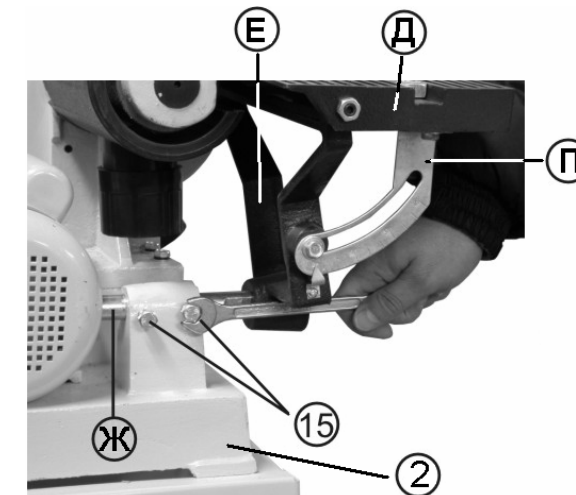
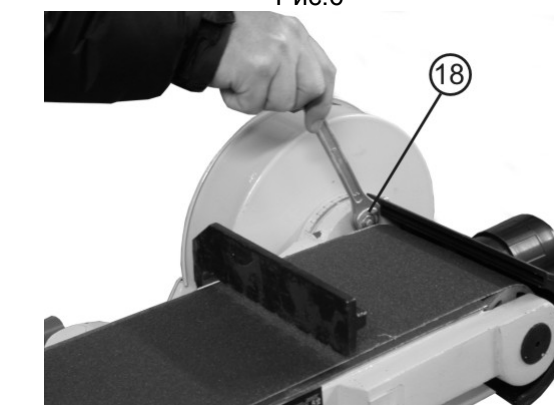
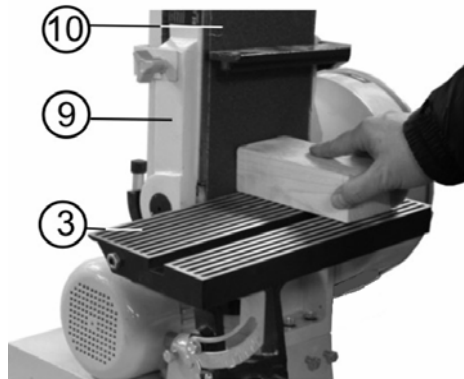

Рис.4
Рис.8
Рис.11
Ослабьте две гайки (18), как показано на Рис.8 (одна гайка находится снизу) и поднимите стол шлифовальной ленты (9) до вертикального положения, затем затяните гайки (18), Рис.11.
Когда стол шлифовальной ленты (9), Рис.11, поднят, можно переместить рабочий стол (3), Рис.11, и установить его перед шлифовальной лентой (10), Рис.11. Выполните следующее: ослабьте болты (15,16), Рис.4,5, и переставьте рабочий стол (3), затем затяните фиксирующие болты (15,16), Рис.4,5, оставьте минимальный зазор между шлифовальной лентой (10) и боковой поверхностью рабочего стола (3), Рис.11.
Когда шлифовальная лента (10) расположена вертикально, деталь опирается на задний упор (7) или рабочий стол (3), Рис.11.